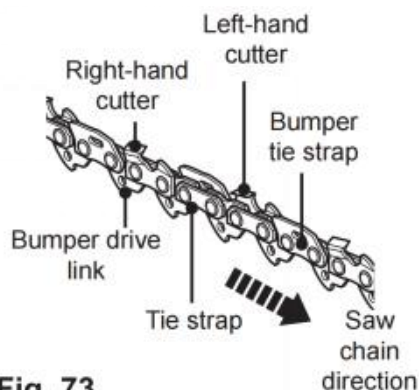

Fig. 73
2. La diferencia de altura entre el diente y la cresta es el corte profundidad. Al afilar la cadena de la sierra (C12) debe tener en cuenta los siguientes puntos (Fig. 73).